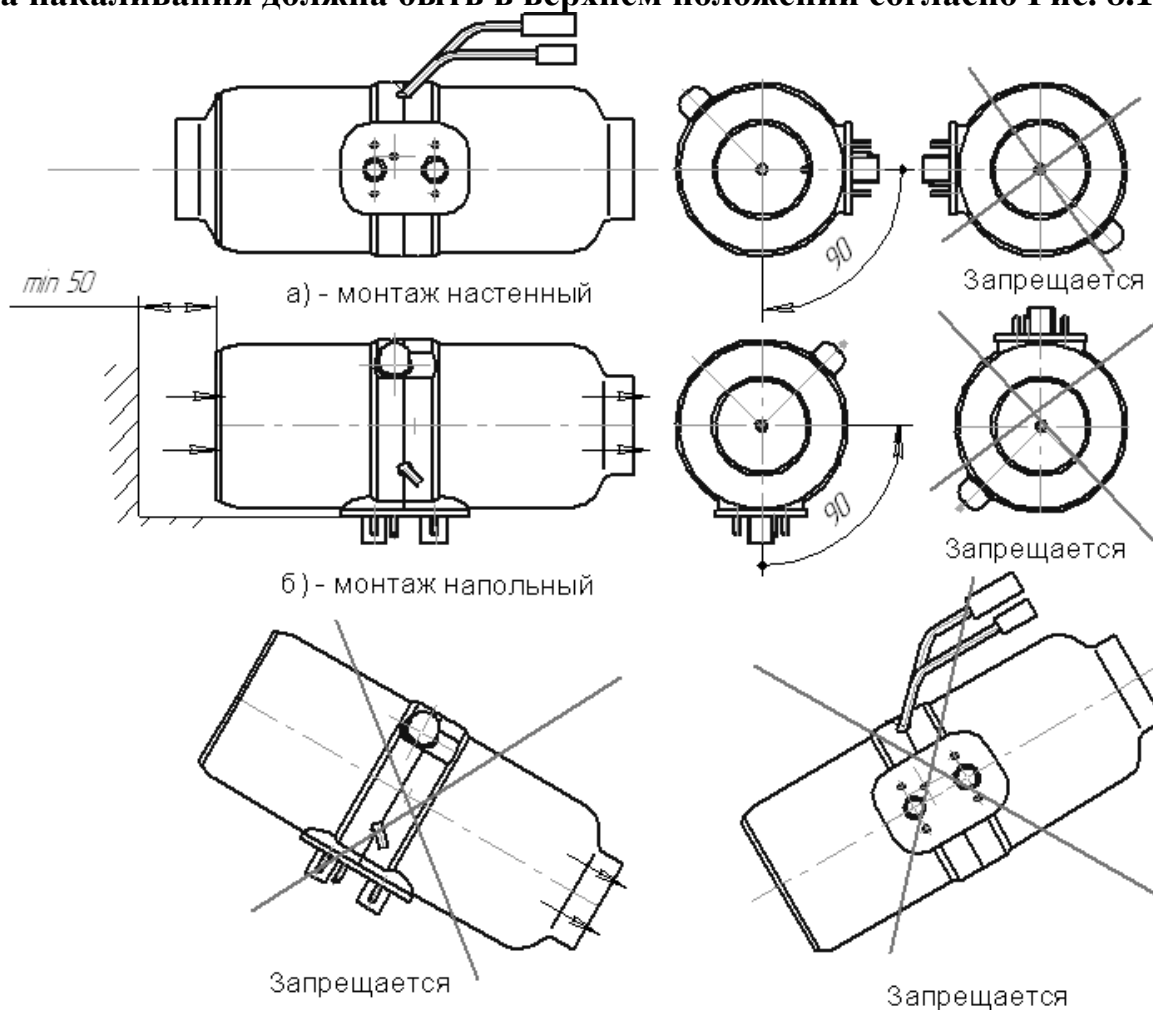
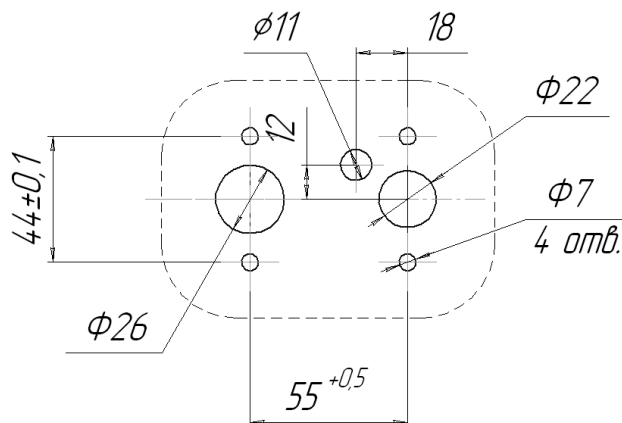

Рис. 8.1 – Варианты установки нагревателя
Рис. 8.2 – Монтажные отверстия для установки нагревателя
Монтаж нагревателя производить с учётом допустимых рабочих положений в соответствии с рис. 8.1 и 8.1а внутри помещения. На рис.8.1 показаны два крайних монтажных положения нагревателя. Входное отверстие нагревателя должно располагаться таким образом, чтобы в обычных рабочих условиях не могли подсасываться выхлопные газы двигателя ТС и отопителя. Расстояние от стенок, перегородок до торца входного отверстия нагревателя должно быть не менее 50 мм (см. рис.8.1б). Расстояние от стенок до торца выходного отверстия нагревателя должно быть не менее 150мм. При монтаже и эксплуатации нагревателя необходимо предусмотреть защиту от попадания посторонних предметов во входное и выходное отверстия. Монтаж нагревателя проводить с учетом доступности демонтажа нагревателя, что приведет в конечном итоге к быстрому техническому обслуживанию. Для монтажа нагревателя отверстия в корпусе АТС производить согласно рис. 8.2.
**ВНИМАНИЕ !! Надежная работа отопителя зависит от правильного монтажа нагревателя. Нагреватель должен устанавливаться горизонтально, при этом свеча накаливания должна быть в верхнем положении согласно Рис. 8.1.**
Рис. 8.1а – Оставьте свободное пространство